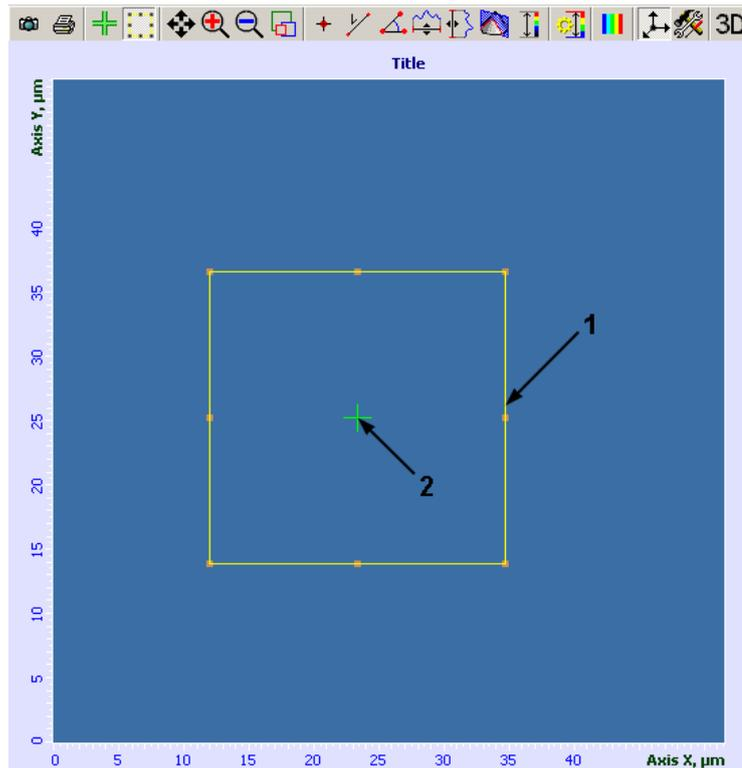

Рис. 7-24. Панель отображения 2D-данных сканирования
1. Включите опцию изменения размера и выбора области, щелкнув на кнопке  на панели отображения 2D-данных сканирования (Рис. 7-24).
2. При помощи мыши измените размер и положение области сканирования (поз. 1 на Рис. 7-24).
3. Щелкните на кнопке . Проверьте, что в пределах выбранной области сканирования зонд всюду достает до поверхности и нигде не «врезается» в нее. Для этого нажав левую клавишу мыши и удерживая ее, перемещайте курсор (поз. 2 на Рис. 7-24) в пределах выбранной области сканирования. Перемещение курсора отражает реальное перемещение зонда относительно поверхности образца. Степень выдвигения пьезосканера контролируйте по индикатору в нижней части окна (см. Рис. 7-15).